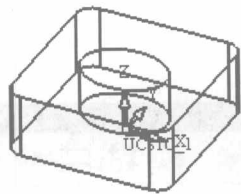

图 1-15
①【线框】: 所选择的曲面以线框方式显示, 如图 1-15 所示。